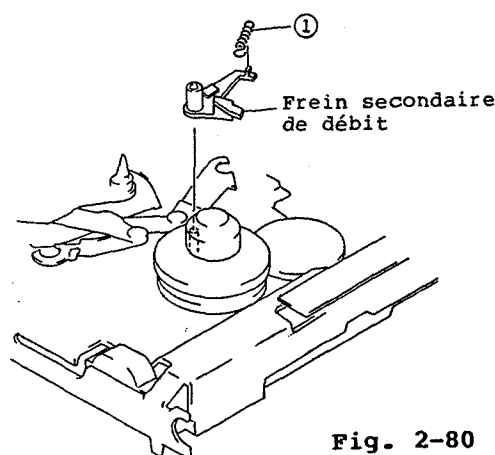

Fig. 2-80
1. Dégager le ressort placé entre le frein secondaire de débit et le châssis. (Se reporter à la figure 2-80)